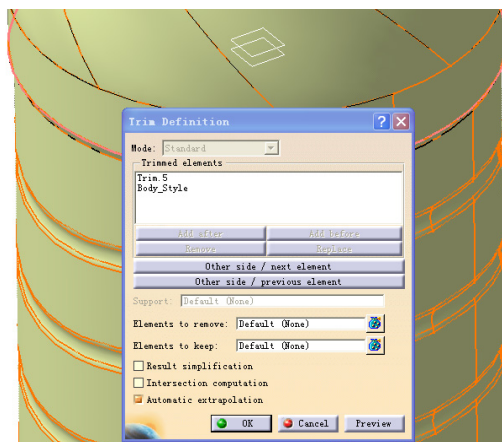

图 4-506
② 如图 4-506 所示, 使用 Body_Style 和步骤①建立的 Trim.5 重复步骤①的操作, 单击 OK 按钮完成曲面 Trim.6 的建立。